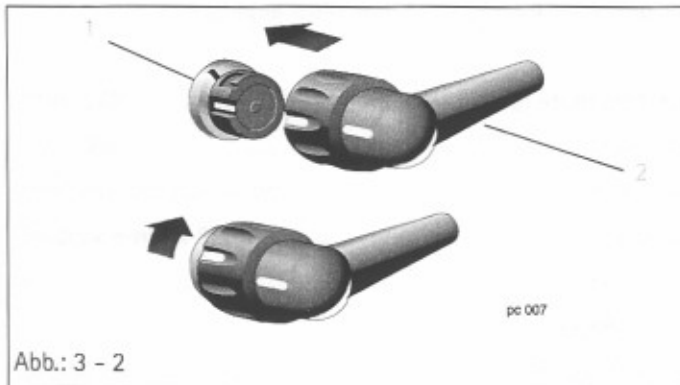

Abb.: 3 - 2
Legende zu Abb. 3 - 2:
1. Servicekabel (Abb.: 3 - 2 / Pos. 2) an MFC-Steckverbinder (Abb.: 3 - 2 / Pos. 1) des Gerätes und an serielle Schnittstelle am PC anschließen (COM 1 oder COM 2).